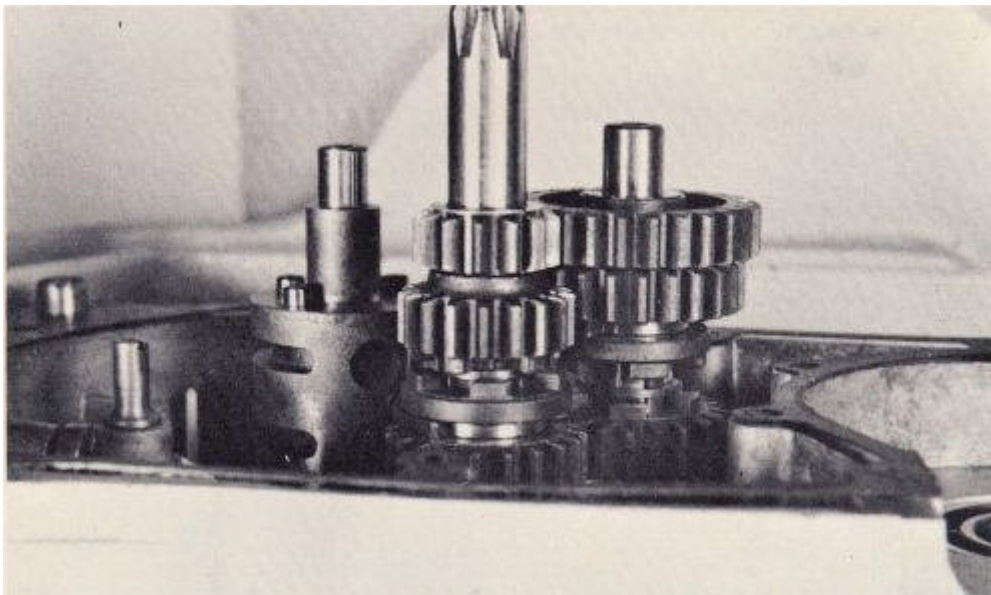

FIG. 58
28. Gire el tambor de desplazamiento hacia la izquierda hasta el tope. Esta es la posición del tren de primera (Fig. 58). En 1^a velocidad, y todos los artes, los perros participar deben participar al menos el 75% de su longitud.